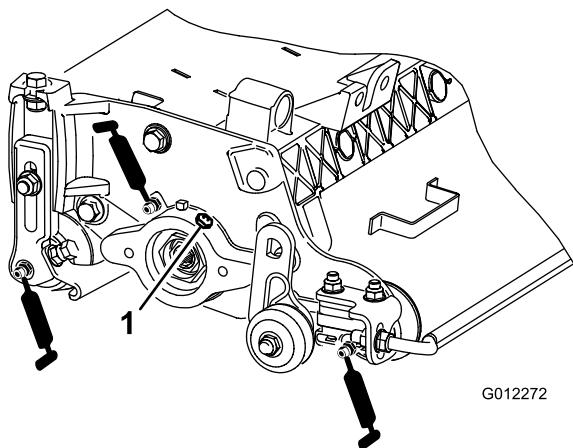

Figura 8
Cada unidad de verticorte tiene 6 puntos de engrase (Figura 8) que deben ser lubricados regularmente con grasa de litio de propósito general N° 2.
2. Aplique grasa hasta que salga grasa limpia de las juntas del rodillo y la válvula de alivio del cojinete (Figura 8).